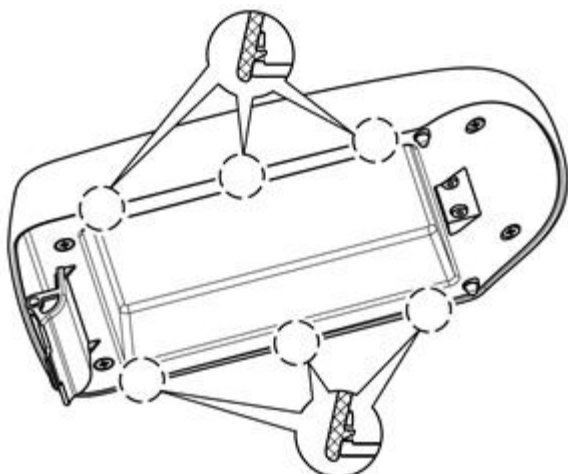

图4-2-3-6副仪表板扶手组件的分拆2
(3) 将置物盒盖缓冲垫从扶手内板上拔出。如图4-2-3-7所示；